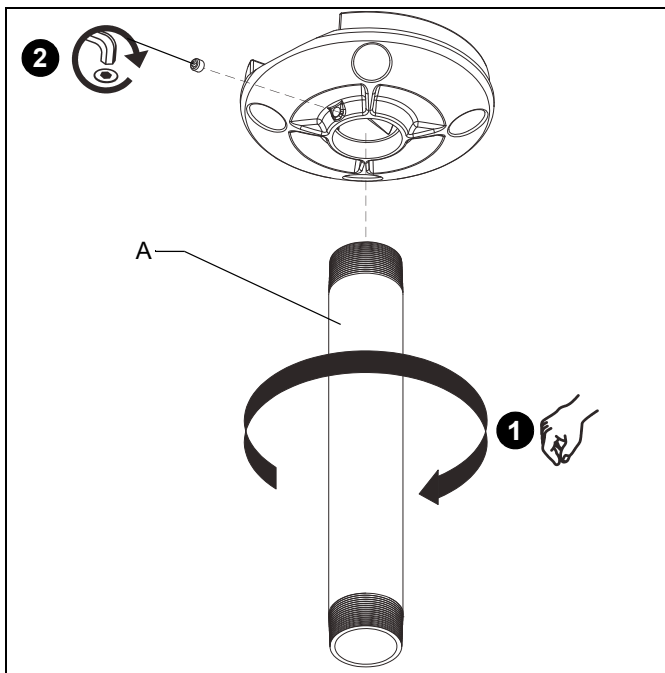

Figura 1
1. Instale a coluna roscada NPT (A) de 1-1/2" na placa/adaptador (Veja a figura 1). Aperte firmemente a coluna.
- Certifique-se de que a coluna (A) prenda quatro roscas completas na placa/adaptador.
2. Prenda a coluna (A) apertando o parafuso de fixação na placa/adaptador (Veja a figura 1).